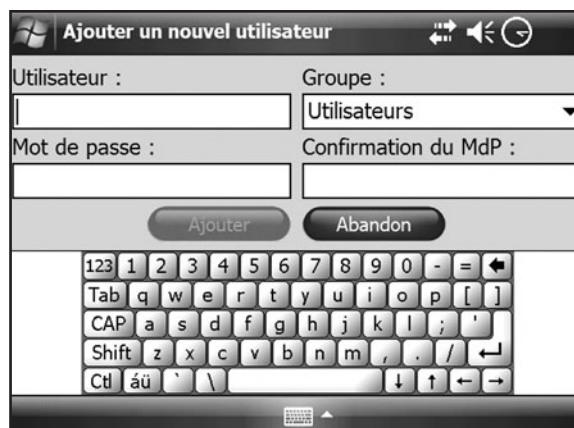

Figure 8-45 : Fenêtre Ajouter un nouvel utilisateur.
2. Appuyez sur **Nouvel utilisateur**. La fenêtre Ajouter un nouvel utilisateur s'ouvre. Reportez-vous à la Figure 8-45.